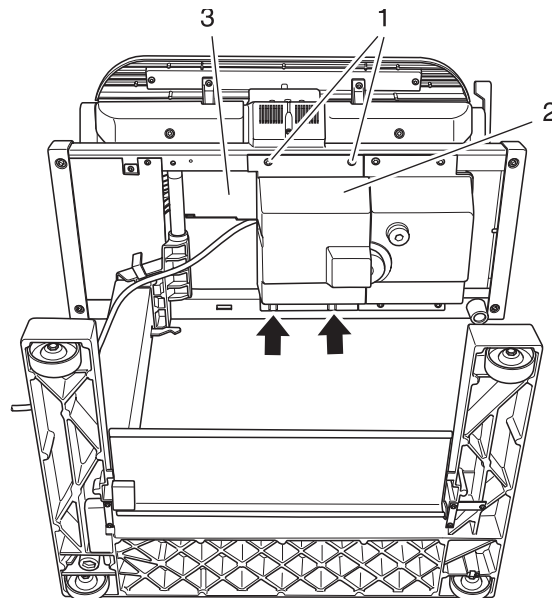

Fig. 24
- Den Ironnette mit dem Rücken auf den Fußboden legen (Fig. 24).